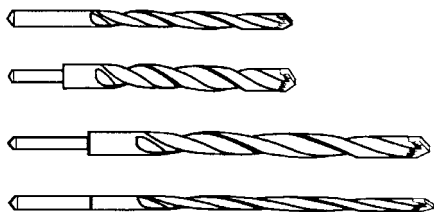

Рис. 5.10. Сверла с алмазными вставками подойдут для сверления бетона (С разрешения компании Keedex Mfg)
- ☐ Набор сверл для работы по бетону (рис. 5.10)